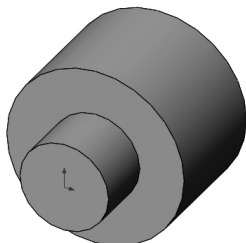

图 3-16 原点出现基准面上
- [3] 选择上表面作为基准面并打开草图, 原点出现在基准面上, 如图 3-16 所示。